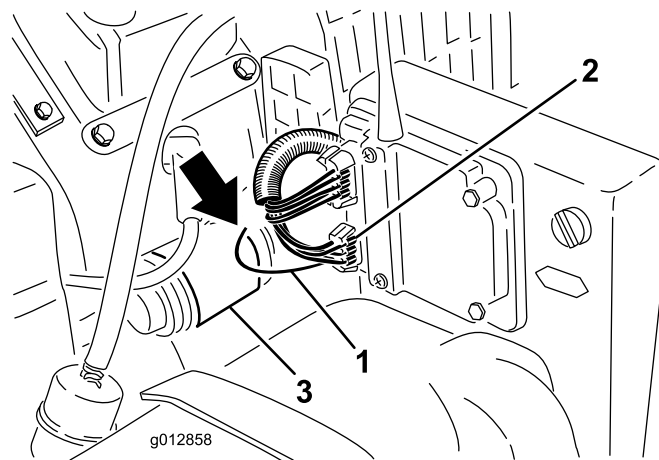

図 24
1. ワイヤ・ハーネスに折込んである黒と黄色のストライプの電気コード(レシーバの6ピンコネクタから出ている)を探し出す(図 24)。この電気コードをチューブから引き出す。